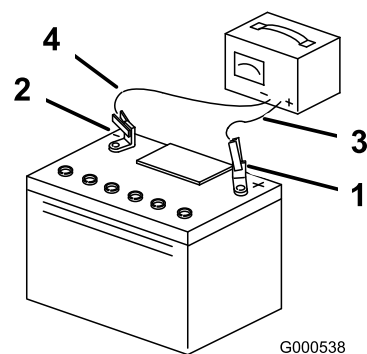

Figure 40
3. Quand la batterie est chargée au maximum, débranchez le chargeur (non fourni) de la prise, puis débranchez les fils du chargeur des bornes de la batterie (Figure 40).